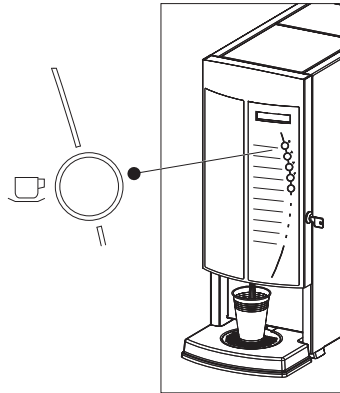

Abb. 29
1. Stellen Sie eine leere Tasse unter den Auslauf Öffnung (Abb. 29).